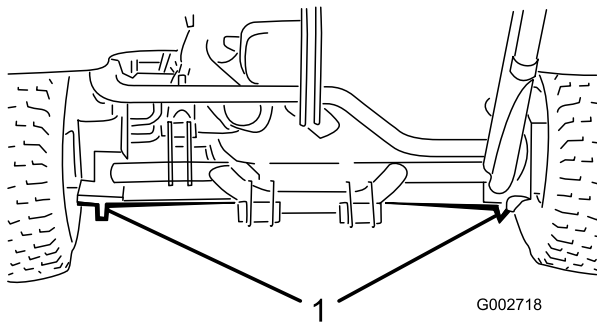

Bild 20
- Linke und rechte Seite: Unter dem hinteren Radmotor oder dem Rahmen (Bild 20).